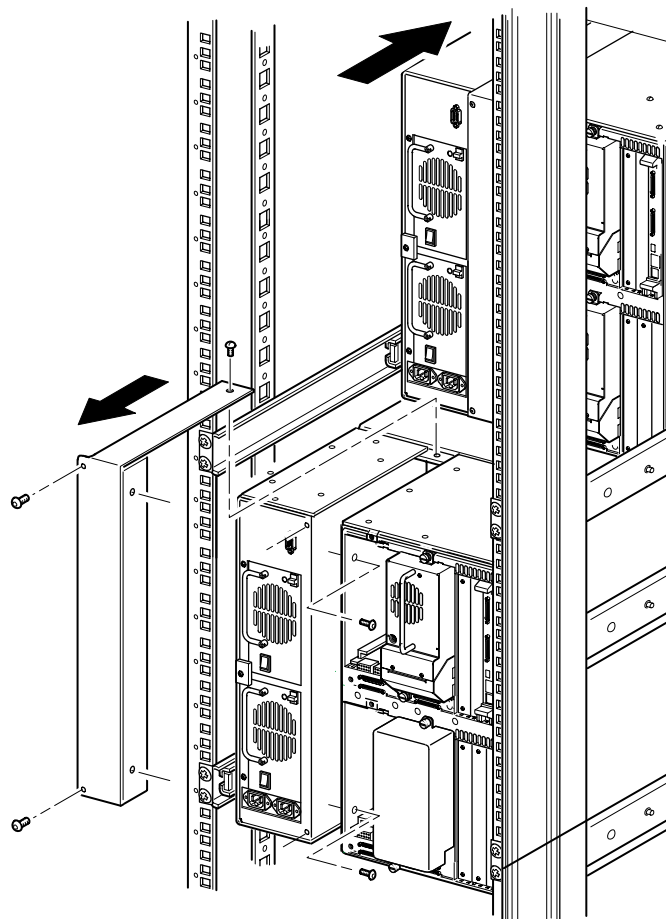

図2-12: PTMカバー プレートの取り外し (MSL5052/MSL5060)
重要: ラック エンクロージャの正面から各ライブラリを順に引き出して、下側のライブラリのPTMカバー プレートの上側ネジにアクセスできるようにする必要があります。ネジの位置については、図2-12を参照してください。
- c. #2プラス ドライバを使用して、PTMカバー プレートを各ライブラリ シャーシ背面に固定しているネジを取り外します (図2-12を参照)。